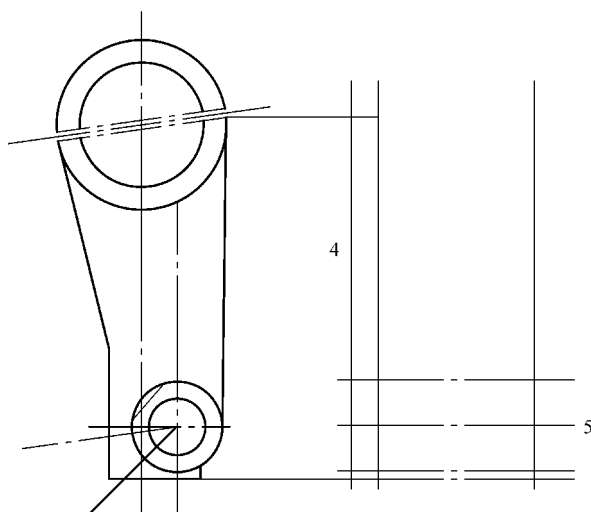

图 11-44 左视图轮廓线
1) 单击功能区【直线】按钮, 在左视图上画一条交于中心线的竖直线 4, 通过【偏移】按钮, 向右偏移 12mm、80mm, 水平中心线 5 向上、向下分别偏移 20mm。从主视图的最低点引一条线交于左视图上的 3 条线, 上面圆的最右边上一点也引出一条线交于左视图, 如图 11-44 所示。